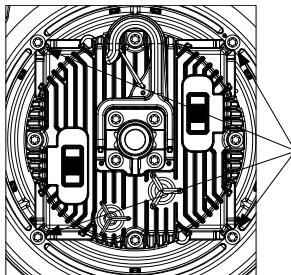

Fig 3
**2.1 Retire los cuatro tornillos** de la carcasa del accesorio (consulte la Fig. 3).